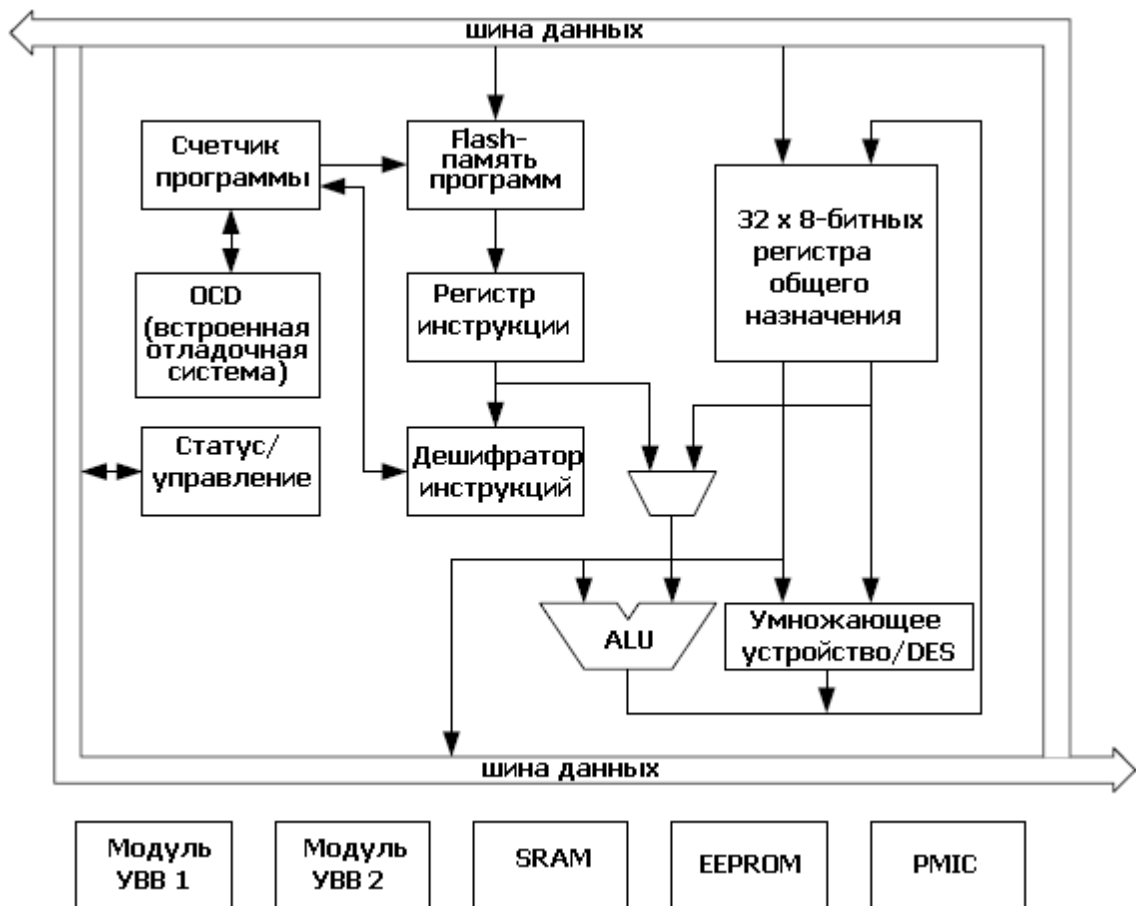

Рис. 1.3.2. Функциональная схема ЦПУ
- 8/16-ти разрядная высокоэффективная RISC-архитектура AVR (рис.1.3.2)